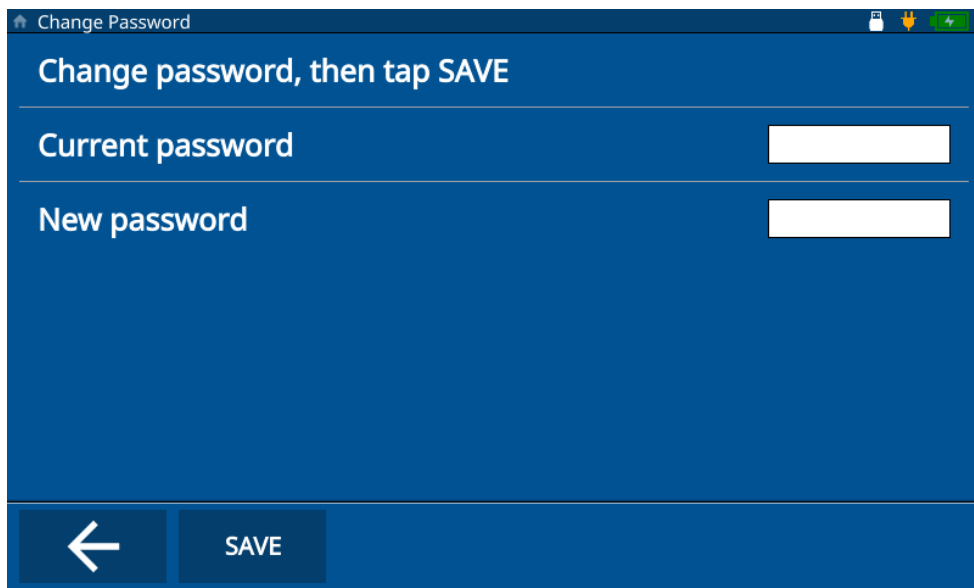

Figura 8-4 Tela de alteração da senha de bloqueio do instrumento
5. Insira a senha atual e a nova senha. Se não quiser nenhuma senha, deixe **New Password** (Nova senha) em branco e a senha será removida (consulte Figura 8-4 na página 75).